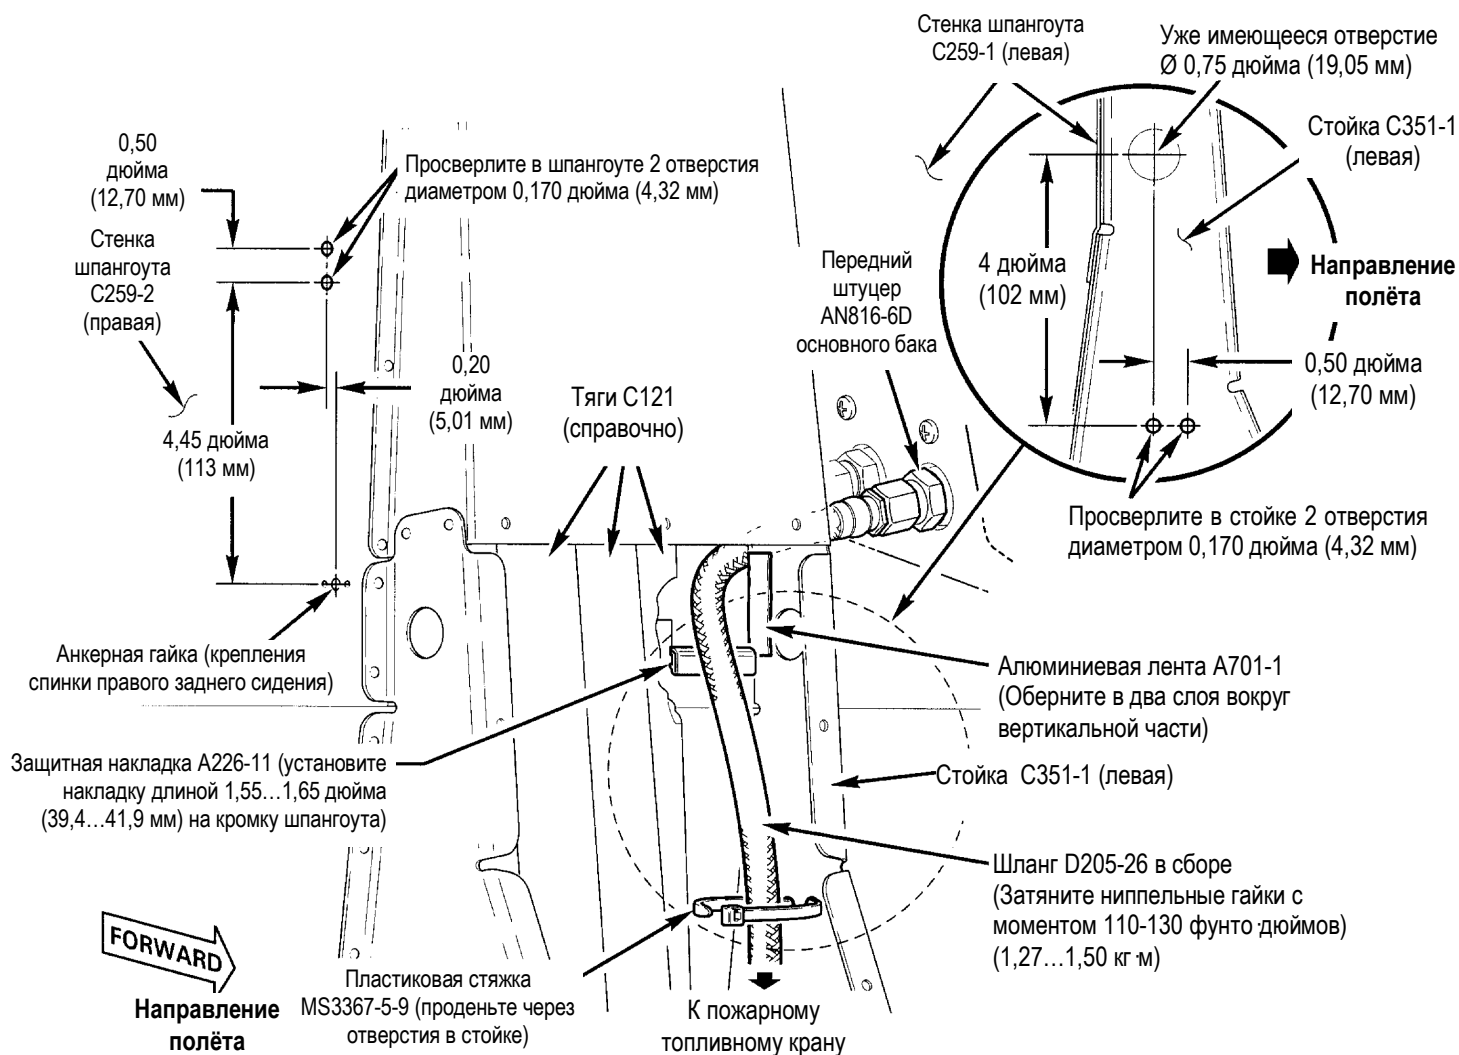

Рисунок 1
5. (a) См. рисунок 1. Разметьте отверстия на шпангоуте C259-2 и стойке C351-1. Просверлите отверстия Ø 0,170 дюйма (4,32 мм) и снимите заусенцы. Уберите стружку.
9. См. рисунок 1. Отрежьте защитную пластиковую накладку A226-11 длиной 1,55...1,65 дюймов (39,4...41,9 мм) и установите её на острую кромку шпангоута. Очистите растворителем место соединения стойки C351-1 и стенки шпангоута C259-1 и оберните двумя слоями алюминиевой ленты A701-1 вокруг вертикальной части. Расправьте и прижмите ленту.
10. (a) См. рисунок 1. Подсоедините шланг D205-26 к выходному отверстию основного топливного бака (переднее по полёту ниппельное соединение AN816-6D) и к пожарному топливному крану. Затяните ниппельные гайки шланга со специальным моментом 110-130 фунто-дюймов (1,27...1,50 кг·м) и нанесите контрольные риски согласно Руководству по техническому обслуживанию (Maintenance Manual), рис. 2-1. Проденьте пластиковую стяжку MS3367-5-9 вокруг шланга и через просверленные отверстия в стойке C351-1. Подтяните пластиковую стяжку до надёжной фиксации, но не затягивайте слишком сильно, затем обрежьте выступающую часть стяжки вровень с замком.